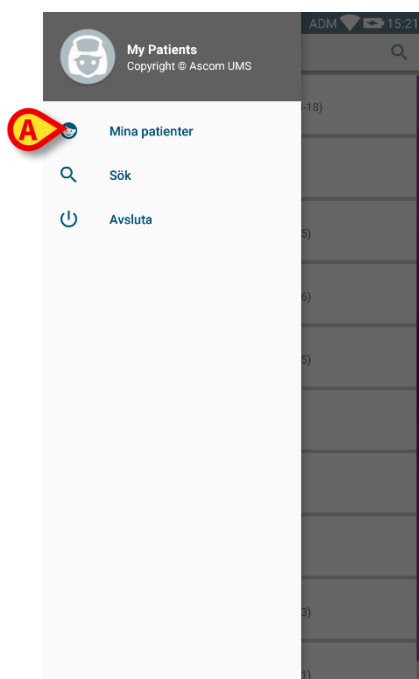

Fig. 34
Följande meny öppnas (Fig. 34).
- Tryck på **Mina patienter** (Fig. 34 A).